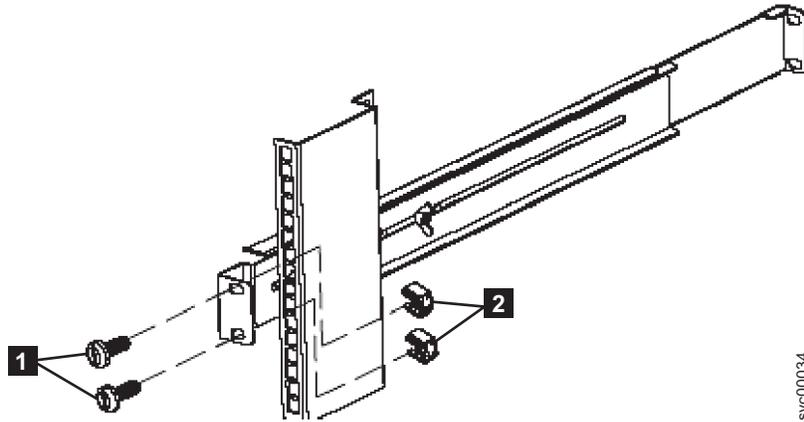

図 323. 2145 UPS-1U の後部レール取り外し
5. 2 つの M6 × 10 ねじ (367 ページの図 323 の **1**) と 2 つのクリップ・ナット (**2**) をレールの後ろ側から取り外します。